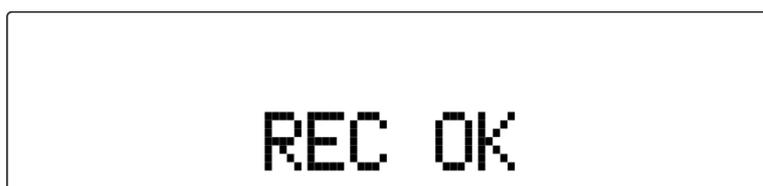

Fig. 10
- 04) Appuyez sur le bouton **Rec (44, 37)** lorsque l'enregistrement est terminé. L'écran affichera REC OK, comme le montre la figure 10.